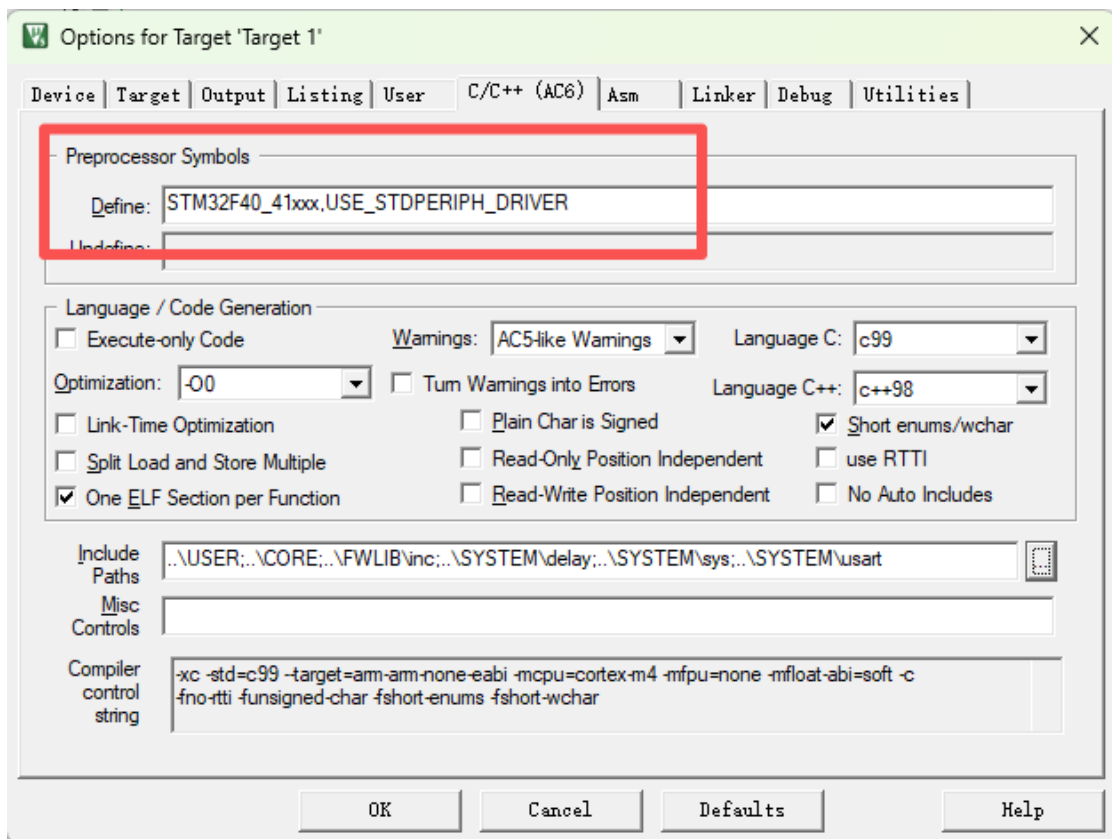

图 1.19 添加全局宏定义标识符到 Define 输入框
(9) 配置全局宏定义变量 配置一个全局的宏定义变量。定位到 c/c++界面，然后填写“STM32F40_41xxx,USE_STDPERIPH_DRIVER”到 Define 输入框里面，language c 设置为 c99，如图 1.19 所示。